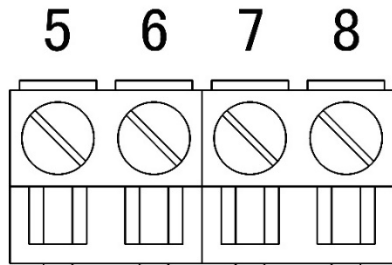
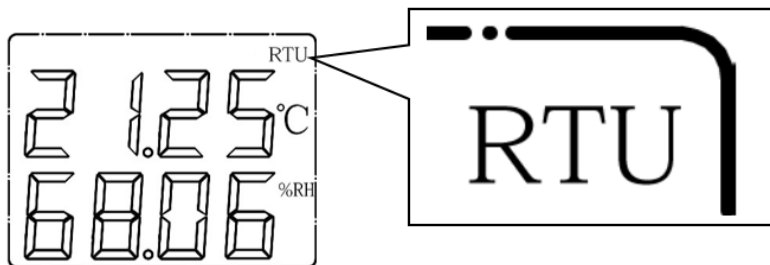
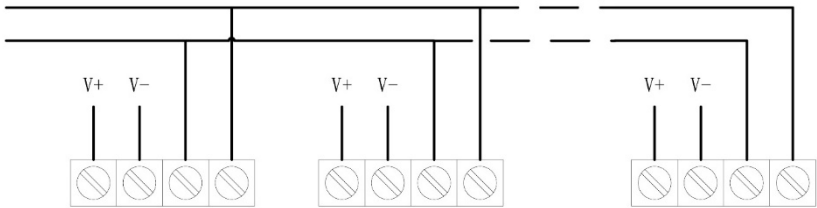

图 6.接线说明
图 7.通讯指示
图 8.引线连接示意图
(2)检查传感器正常工作后，断电。按照接线端子的定义，将通讯端子端接到“RS485-232 转换器”的“D+”、“D-”端，并将“RS485-232 转换器”的九针串口与计算机连接。即可实现硬件设备与计算机的通讯（如图 6 所示）。当通讯正常时，显示屏右上角会闪过“RTU”字样（如图 7 所示）。
传感器以标准 RS485 为通讯接口，通讯协议采用工业领域广泛应用的 Modbus 通讯协议，多台传感器备通过 485 总线串行连接，每台设备外接电源单独供电，总线端点通过数字信号转换器同计算机串口连接，具体组网方式及接线端子连接方式参见图 7、图 8。